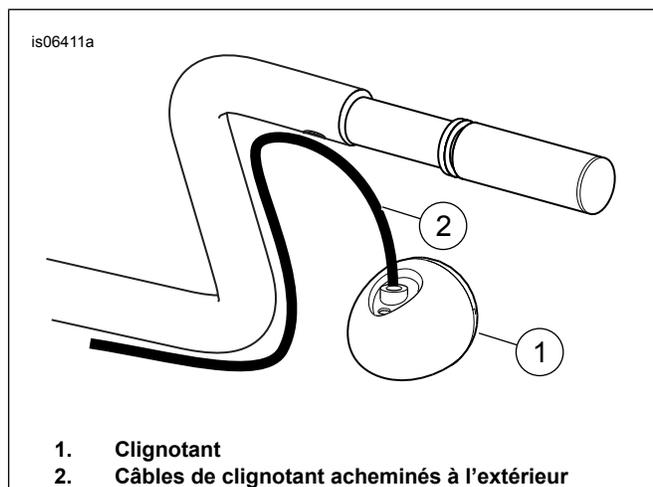
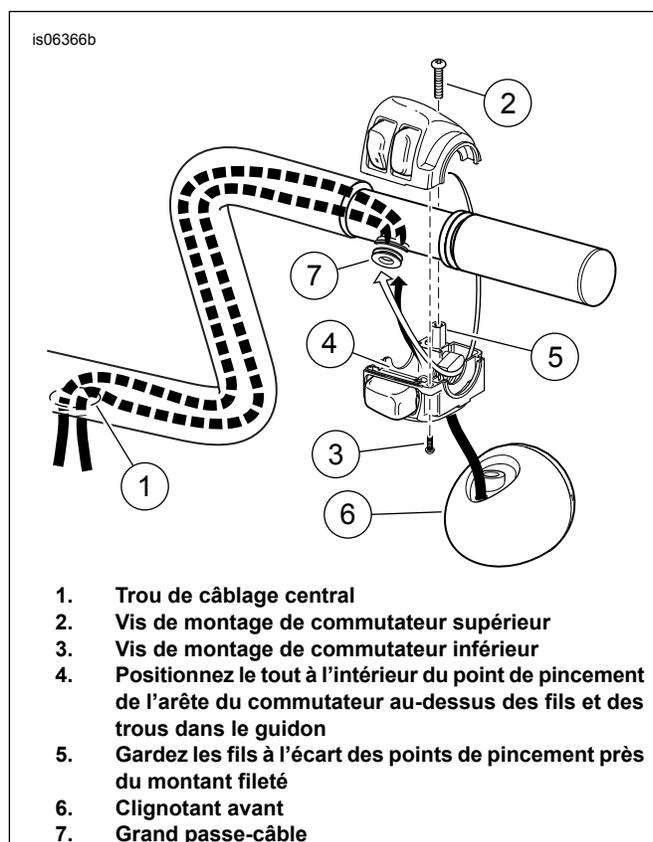

Figure 4. Clignotants montés sur le guidon qui nécessitent une relocalisation
Figure 5. Acheminement du clignotant et du câble de clignotant à travers le boîtier de câble
3. **Pour les modèles SANS clignotants montés sur le guidon** : Passer à l'Étape 9 (après Figure 5). **Pour les modèles AVEC clignotants installés sur le guidon** : Si les câbles de clignotant d'origine traversent les boîtiers de commutateurs et entrent dans le guidon par la grande ouverture (J), passer à l'Étape 4 (après Figure 4). Consulter la figure 4. Si les clignotants d'origine ont été acheminés à l'extérieur, ces clignotants doivent être relocalisés à l'extérieur du guidon. Réaliser la relocalisation à cette étape en suivant les directives qui figurent dans le kit de relocalisation approprié.
Consultez Figure 5 . Vérifier que le grand passe-câble (7) a été positionné sur le commutateur et le faisceau, près de l'extrémité du commutateur.